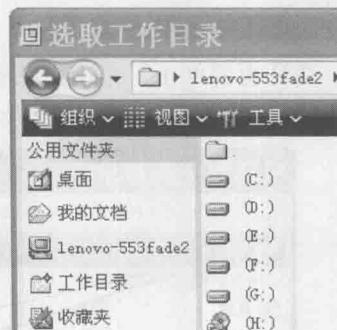

图 1-5 界面的改变
- (4) 单击其中的 lenovo-553fade2(即你所用的计算机名), 系统弹出盘符的下拉项目, 界面改变成如图 1-5 所示, 即可看到用户计算机的各个盘符。